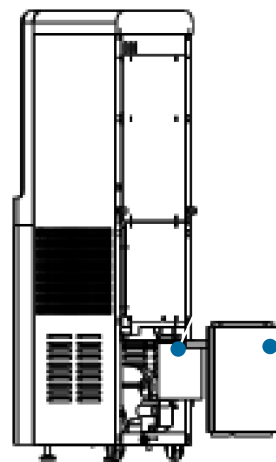

图 7 · 松开后盖板并拉出下水箱
3. 握住下水箱把手，缓慢向外拉出。断开管路和接头，倾斜水箱倒出余水（图 7）。
3. 握住下水箱把手，将其向外拉出一半。请勿断开管路和接头（图 7）。